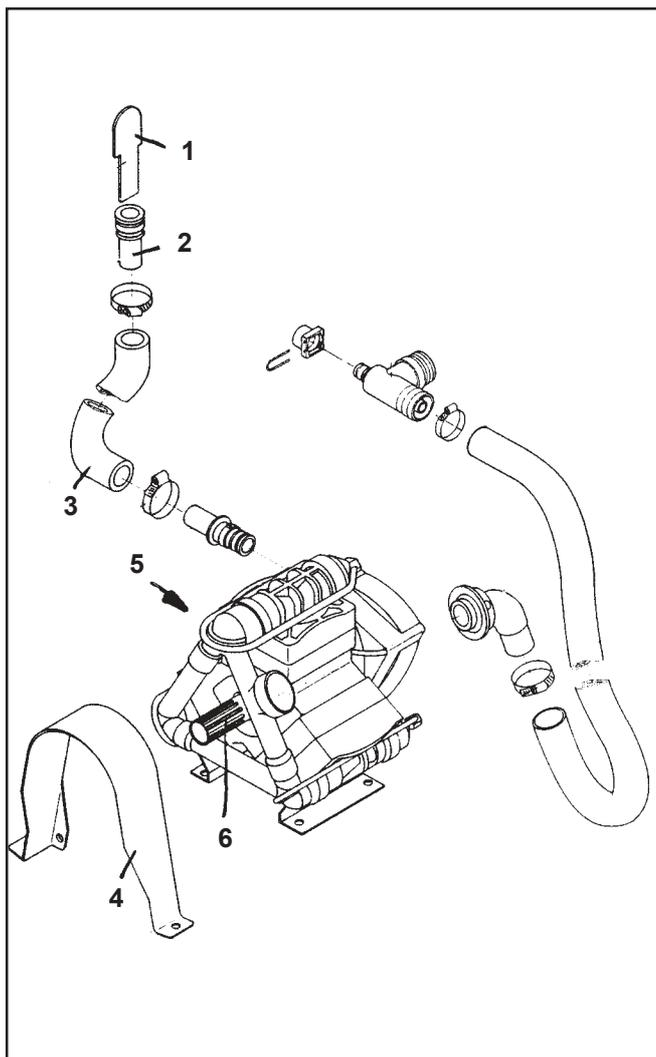

Fig. 9.1
- Entfernen des Deckels vom Öleinfüllstutzen (Fig. 9.1/ 5, 9.2/ 5, 9.3/ 5) und der Membrane (nur 6-Kolbenmembranpumpe).